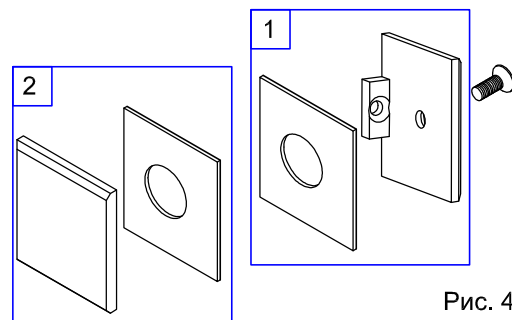
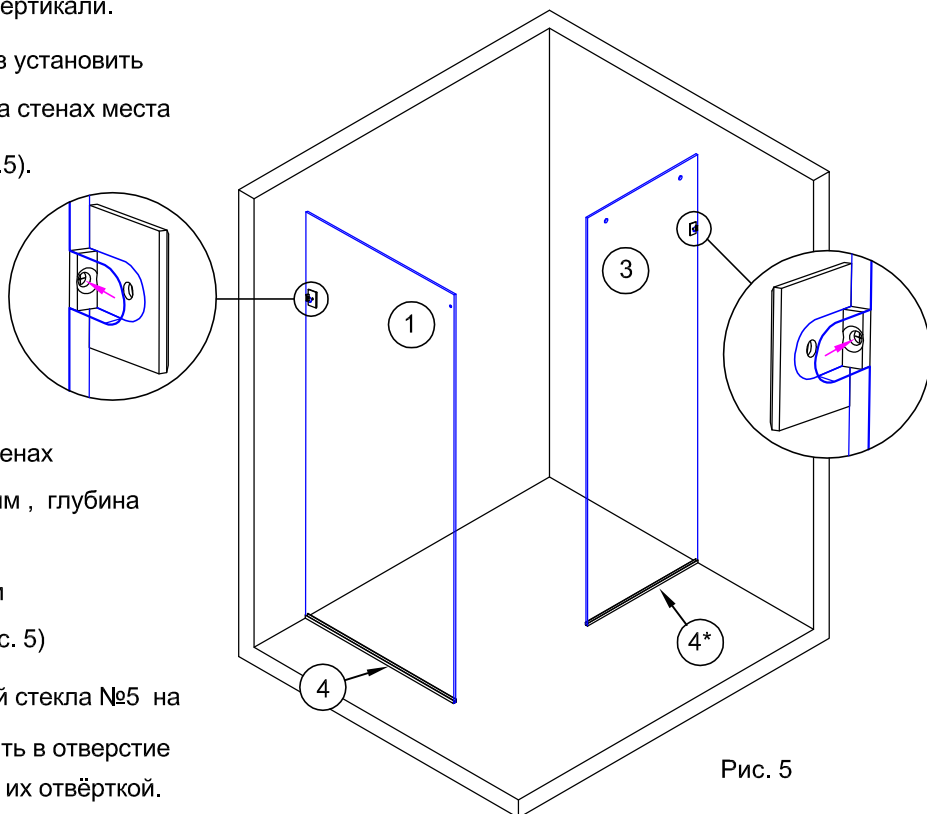

Рис. 4
Рис. 5
2.2. С внутренней стороны стекла в вырез установить комплект 1 держателя (рис.4). Отметить на стенах места отверстий для крепления держателей (рис.5).
Вставить в отверстия дюбели №19. При необходимости использовать молоток. (рис. 5)
2.8. Установить комплекты 2 держателей (рис.4) с внешней стороны стекла и скрутить пакет 1, стекло и пакет 2 винтом.